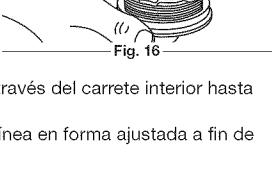

Fig. 14
8. Tome aproximadamente 2.7 m (9 pies) de nueva línea de corte. Inserte un extremo de la línea a través de uno de los orificios del carrete interior (Fig. 14). Pase la línea a través del carrete interior hasta que queden sólo 4 pulgadas fuera.
9. Inserte el extremo de la línea en el orificio abierto del carrete interior y tire de la línea en forma ajustada a fin de que el lazo sea lo más pequeño posible (Fig. 14).